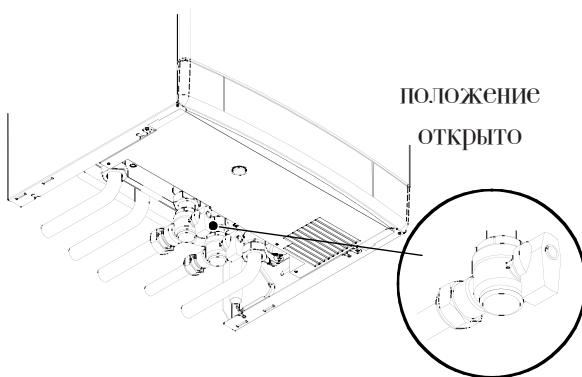

Рисунок 2.3
- Проверьте, чтобы краны, расположенные в нижней части котла были открыты (Рисунок 2.3).